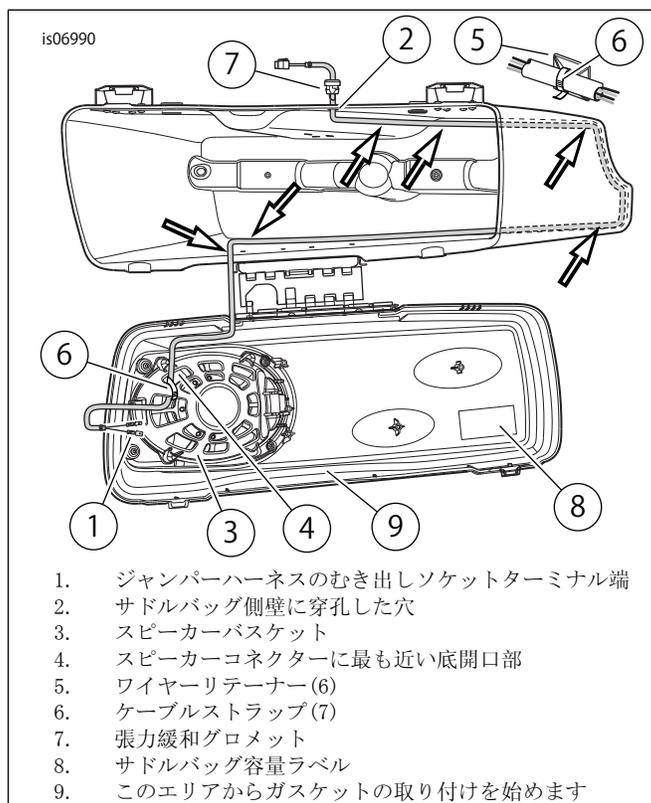

図4. サドルバッグ内のハーネスの取り回し
- ・ ヒンジの反対側、リッドのインボード側中央にガスケットの取り付けを始めます(「図4」、アイテム9を参照)。
3. 「図4」を参照してください。ジャンパーハーネスのベアソケットターミナル(1)側を先にサドルバッグ側壁にドリルで開けた直径16 mm(0.62 in)の穴(2)に外側から差し込みます。次のようにハーネスを取り回します。
6. 「図4」を参照してください。 サドルバッグスピーカージャンパーハーネスを、本マニュアルのサドルバッグハーネスの絶縁に説明されているとおり、サドルバッグスピーカーに送ります。 ケーブルストラップを使って、アンプハーネスにサドルバッグスピーカージャンパーハーネスを固定します。